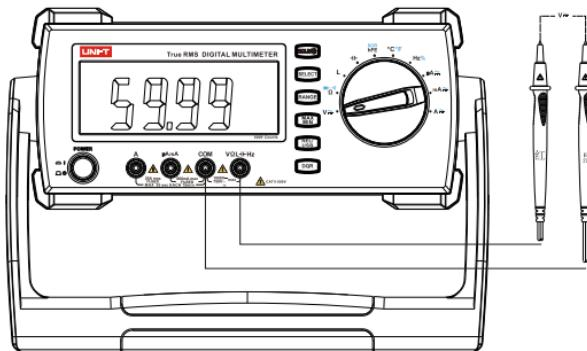

图1
- 将旋钮选择开关置于 $\text{V}\text{~m}$ 档，按下 **SELECT** 键切换为DC测量功能（如图1），将表笔并联到待测电源或负载上。
- b) 将旋钮选择开关置于V ~A~ 档，按下 **SELECT** 键切换为AC测量功能(如图1)，将表笔并联到待测电源或负载上。